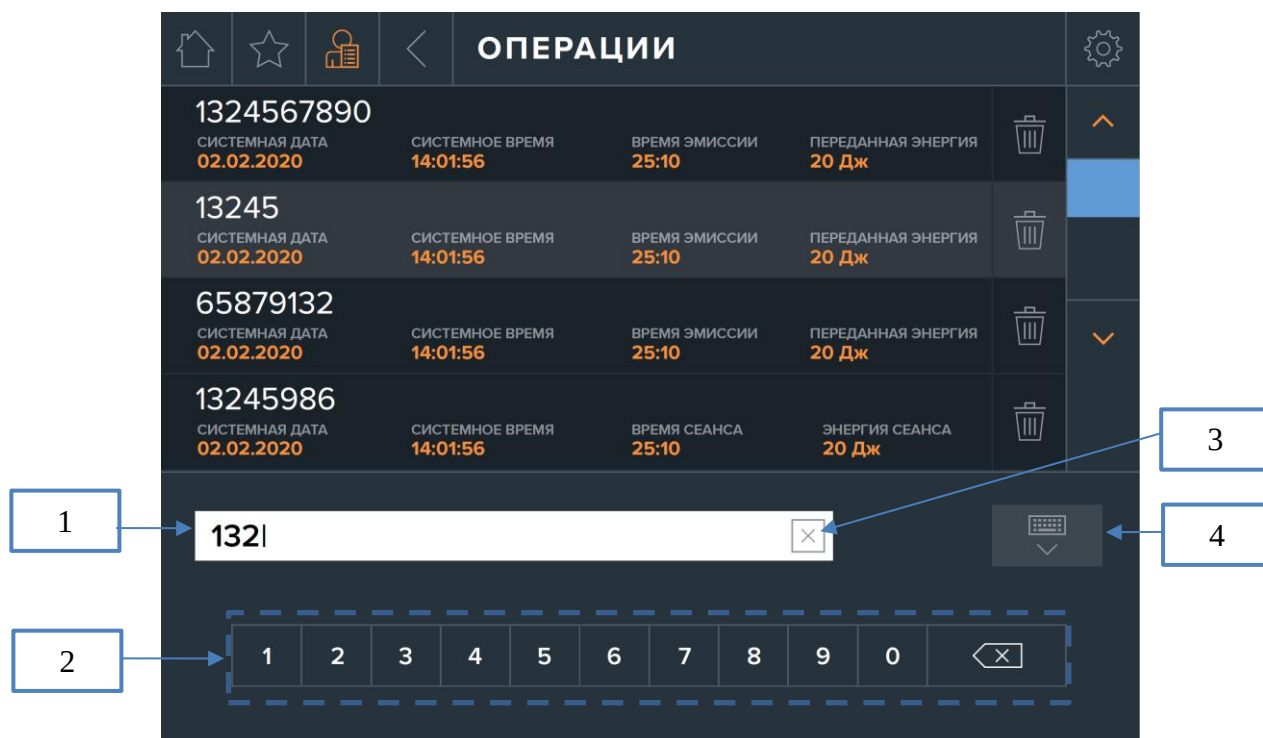

Рис. 38. Экран «ОПЕРАЦИИ».
На экране «ОПЕРАЦИИ» присутствует возможность фильтрации номеров операций по ключевому слову, введенному в поле поиска. При нажатии кнопки (5), на экране появляется цифровая клавиатура для ввода ключевого слова (рис. 38).
Для ввода ключевого слова в поле поиска (1) (рис. 38), используется экранная клавиатура (2). При этом, на экране отображаются операции, в номера которых входит введенное ключевое слово.